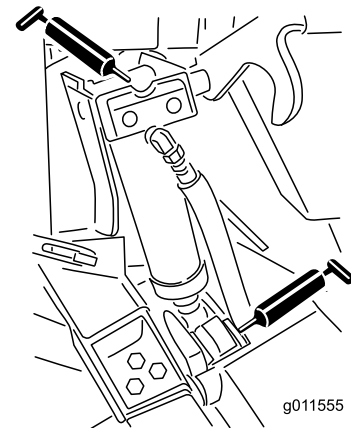

Figure 88
- 4 bagues de vérin de levage (Figure 88)